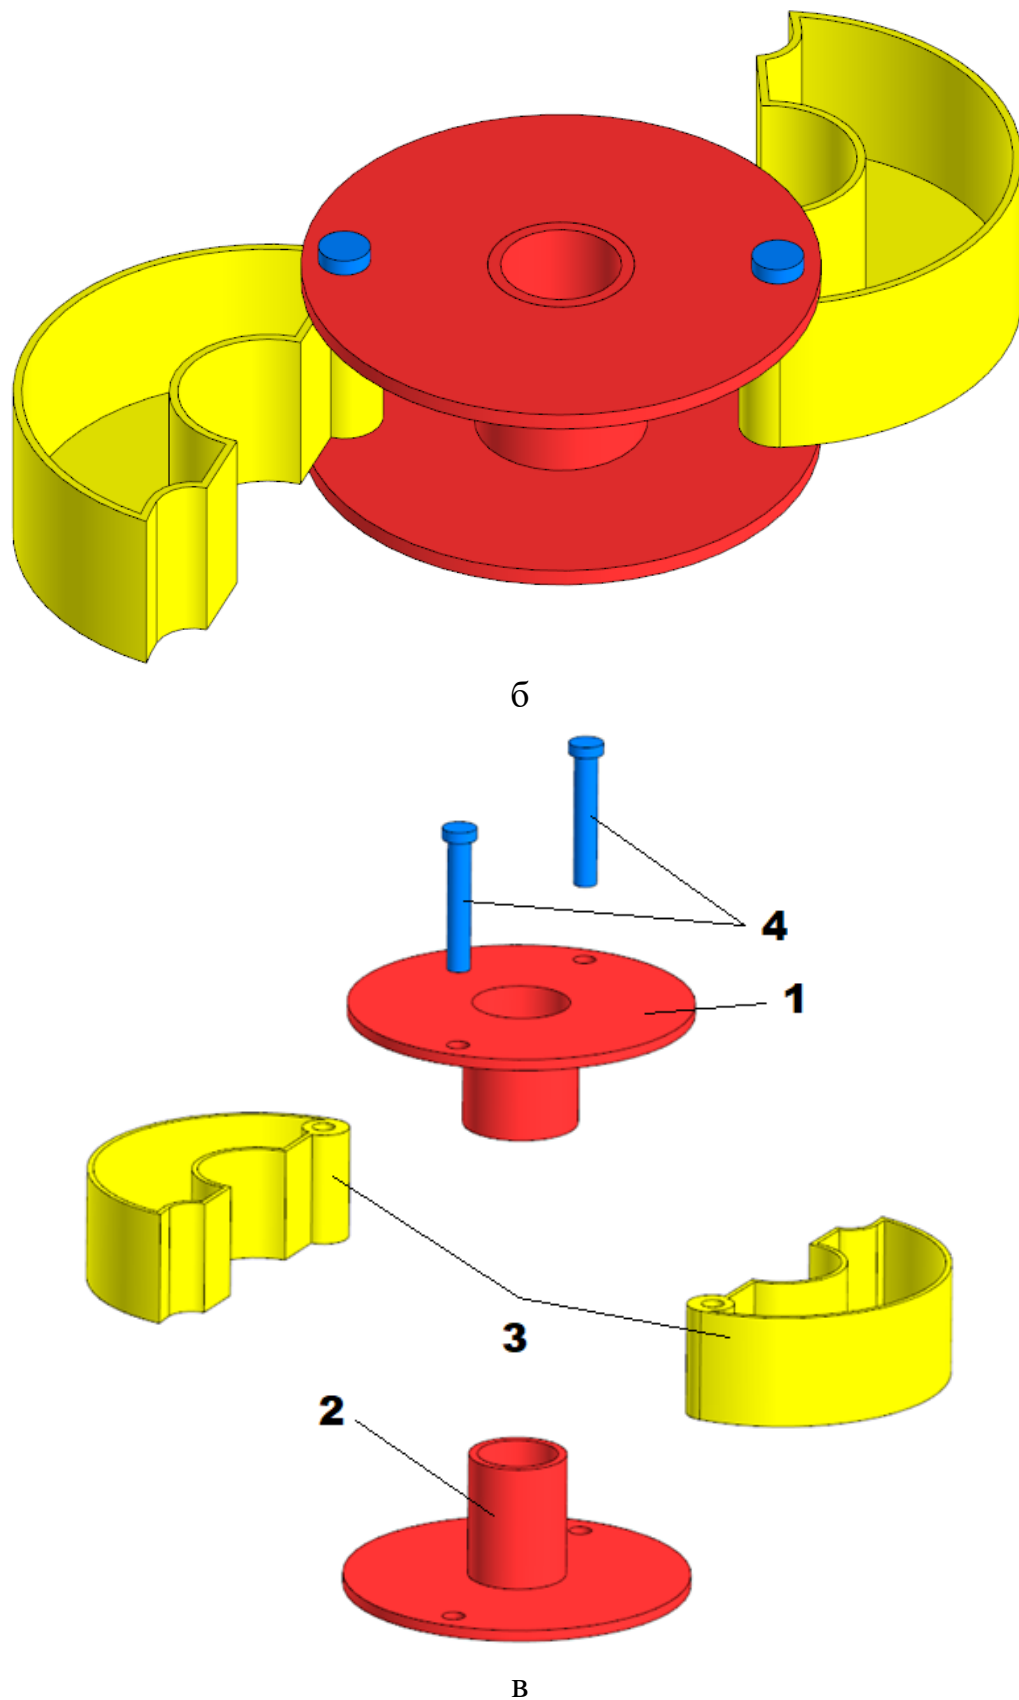

Рис. 1. «Органайзер для мелочевки»: 1 – верхняя половинка корпуса; 2 – нижняя половинка корпуса; 3 – емкости для хранения; 4 – соединительные ПИНЫ
Образец: «Органайзер для мелочевки» (см. рис. 1 а, б, в).
- раскрытие деталей 3 должно быть максимальным, см. рис. 1б;